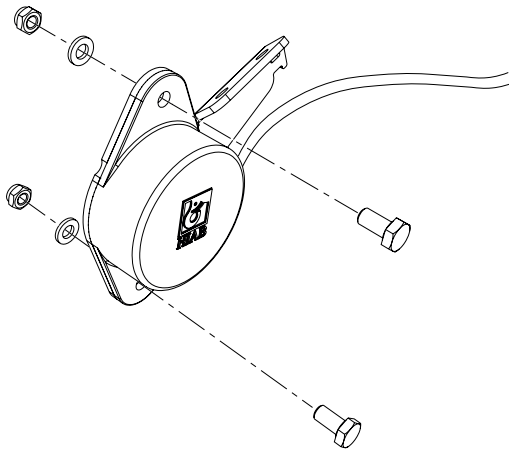
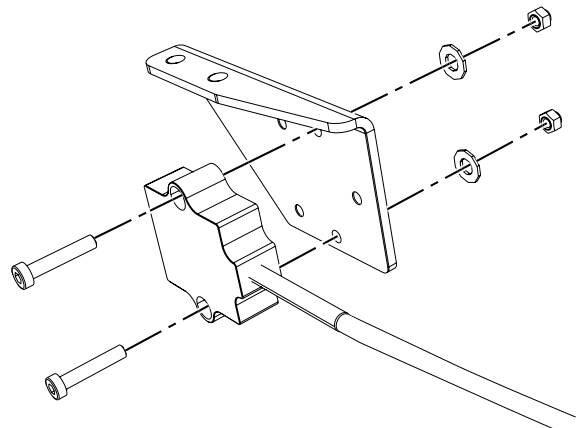

Abbildung 60. Winkelgeber und Halter
Abbildung 61. Neigungsanzeiger und Halter
1. Den Winkelgeber/Neigungsanzeiger und den Halter zusammenschrauben, dafür die mitgelieferten Schrauben, Muttern und Unterlegscheiben verwenden, siehe Abbildung 60 und Abbildung 61.
Der Winkelgeber muss mit dem Kabel in der Position gemäß Abbildung 60 montiert werden.